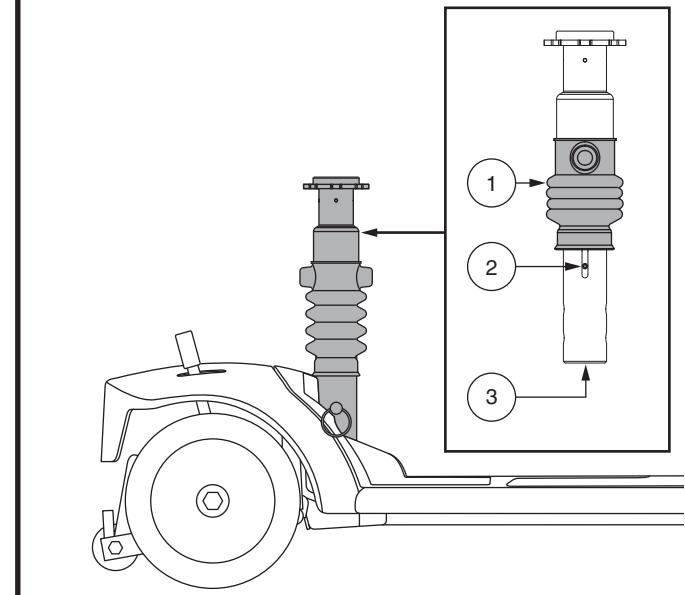

Figura 26. Regolazione della sospensione della sella
Il reggisella agisce da ammortizzatore e può essere regolato per diversi gradi di confort di marcia. Utilizzare le viti di fermo, visibili attraverso la finestrella di regolazione sul lato del montante, come guida per eseguire la regolazione. Far scorrere la protezione di gomma verso la parte superiore del montante per rendere visibili le viti di fermo. **Vedere figura 26.**
3. Inserire una presa da 13 mm con prolunga sul fondo del montante. **Vedere figura 26.**